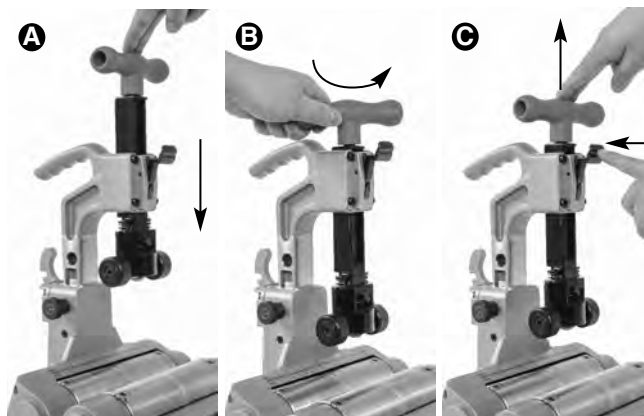

Figura 7 – Alimentación rápida: A: avanzar, B: aflojar, C: retraer
1. Para avanzar la rueda de corte, empuje el mango hacia abajo (Figura 7 A) hasta que entre en contacto con el tubo.
2. Para retraer la rueda de corte, afloje el mango del tornillo de alimentación, dándole 1 a 2 vueltas (Figura 7 B). Presione la palanca de liberación (Figura 7 C) para permitir su retracción (es a resorte y controla el movimiento del mango).